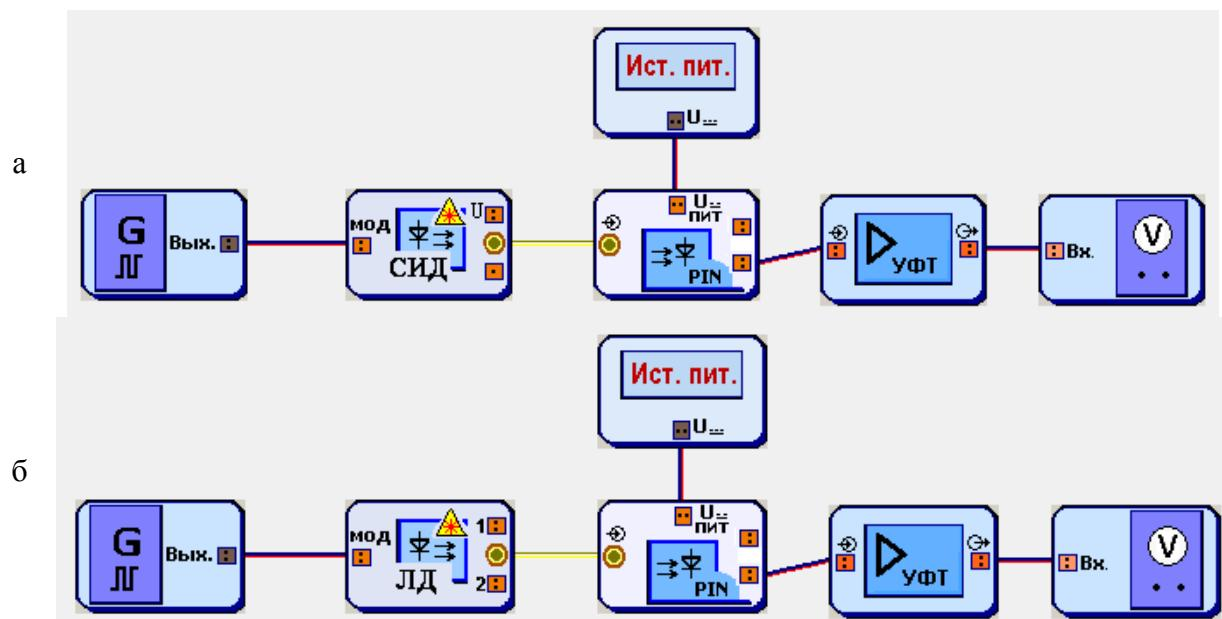

Рис. 7.6. Схемы исследования ВтАХ ИИ: а – СИД, б – ЛД
Схемы исследования представлены на рис. 7.6. Объектами исследования являются ИИ – светоизлучающий диод (СИД) и лазерный диод (ЛД).
1. Соберите схему со светоизлучающим диодом (СИД), показанную на рис. 7.6а.
11. Повторите исследование для лазерного диода (ЛД). Для этого соберите схему на рис. 7.6б и выполните п.п. 2–10.
8. Повторите исследование для лазерного диода (ЛД). Для этого соберите схему на рис. 7.6б и выполните п.п. 2–7.
Схемы исследования характеристик деградации ИИ представлены на рис. 7.6.
- Соберите схему со СИД, показанную на рис. 7.6а.
12. Повторите исследование для ЛД. Для этого соберите схему на рис. 7.6б и выполните п.п. 2–11.